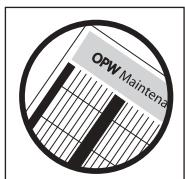

Figure 30
- ✓ All maintenance and inspection activity on the nozzle must be documented. (*See Figure 30*) This includes replacement parts, drive-off or other testing.
- ✓ L'entretien et l'inspection des lances doit être documenté. (*Voir Fig. 30*). Ceci incluant les pièces de remplacement, ou autres essais.